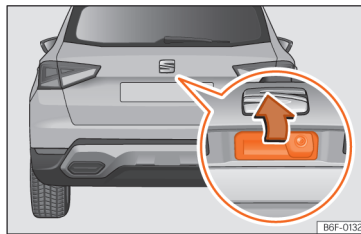

Fig. 55 Porta da bagageira: abertura a partir do exterior.
- **Abriu:** faça uma ligeira pressão na pega. Abre-se automaticamente >>> **Fig. 55.**